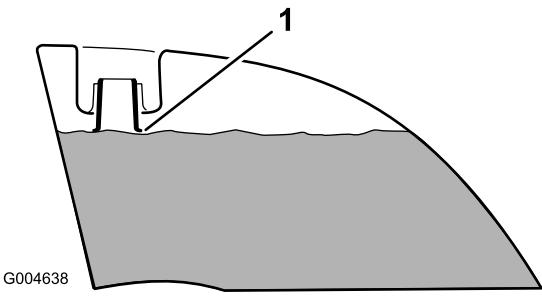

Figura 9
4. Adicione gasolina a ambos os depósitos de combustível até que o nível se encontre nivelado com o fundo do tubo de enchimento (Figura 9). Não encha demasiado os depósitos de combustível.